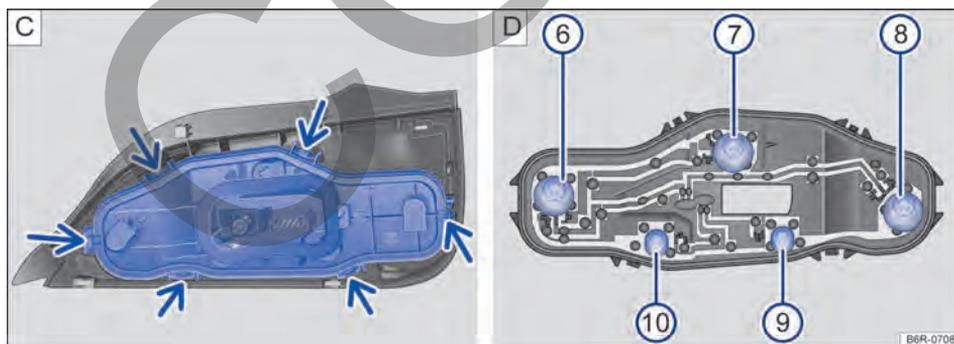

Fig. 140 Luz trasera: C: desmontar el soporte de la lámpara, D: desmontar la lámpara incandescente.
9. Para desbloquear el soporte de las lámparas, presionar cada pestaña de bloqueo (flechas) → fig. 140 C en el sentido de las flechas.
11. Para retirar las lámparas quemadas → fig. 140 D, presionar la lámpara contra el soporte y girarla en **sentido antihorario** para quitarla.
15. Instalar el soporte de las lámparas en la linterna trasera. Las pestaña de bloqueo → fig. 140 C (flechas) deben encajar de forma audible.
La ubicación e identificación de las lámparas → fig. 140 D están relacionadas a continuación: